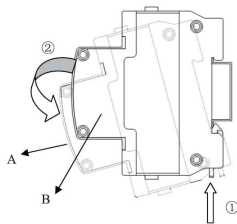

图 2
拆卸：1）将图2中产品（B所示位置）按照箭头①所示方向向上提；